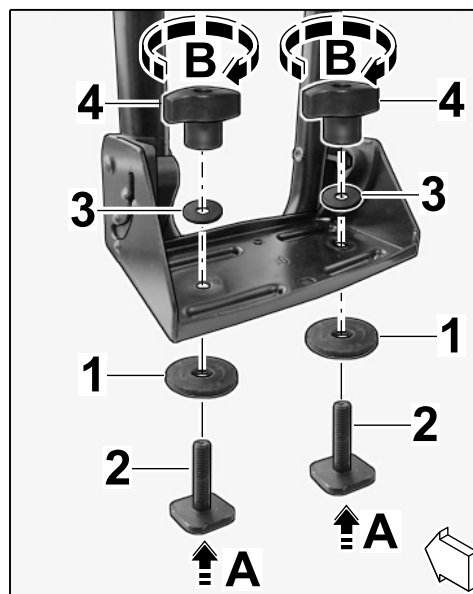

Figura 18
2.2.2 Introducir el perno en T M6 x 26 con la arandela de plástico 6,5 x 22 x 2 mm desde abajo a través del orificio en la placa de sujeción del soporte de rueda delantera (⇒ *Figura 18-A*).
2.2.4 Apretar la tuerca de muletilla M6 aprox. 3 vueltas en el perno en T M6 x 26 (⇒ *Figura 18-B*).